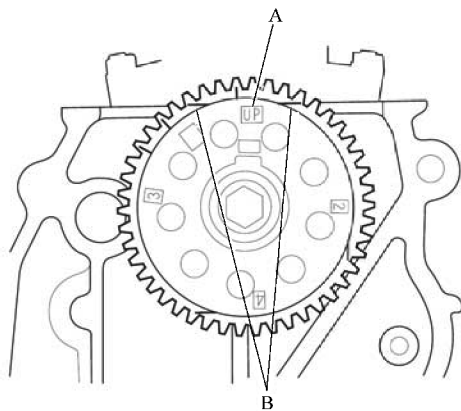

图 11-24 凸轮轴上止点位置
3) 将凸轮轴设定到 TDC。凸轮轴链轮上的“UP”标记 A 应在顶部，并且凸轮轴链轮上的 TDC 凹槽 B 应与气缸盖的顶部边缘对准，如图 11-24 所示。